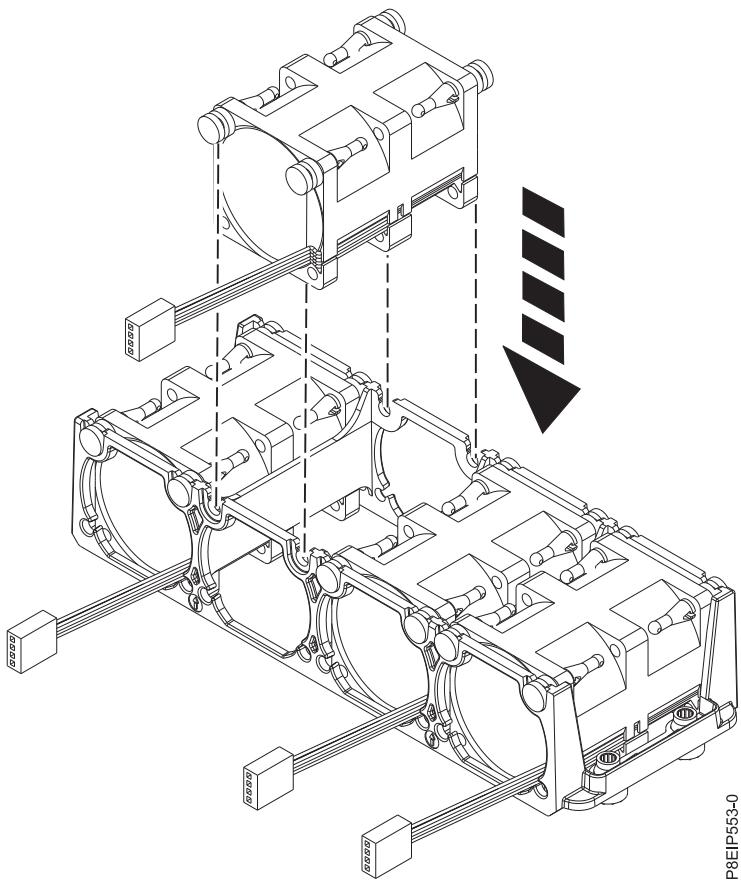

図 19. ファンの再取り付け
2. ファン・ホルダーを持ち上げた状態で、ファンをハウジング内に押し込みます（24 ページの図 19 を参照）。ファンの支柱とファン・ホルダーのスロットを位置合わせします。